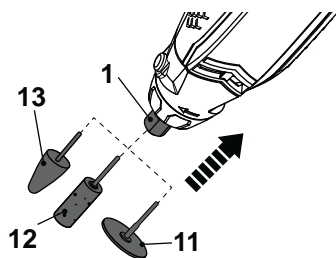

Fig. 4
- > Insérez un embout adapté dans le mandrin [1] avec au moins la moitié de son arbre dans la douille [1b] (Fig. 4).